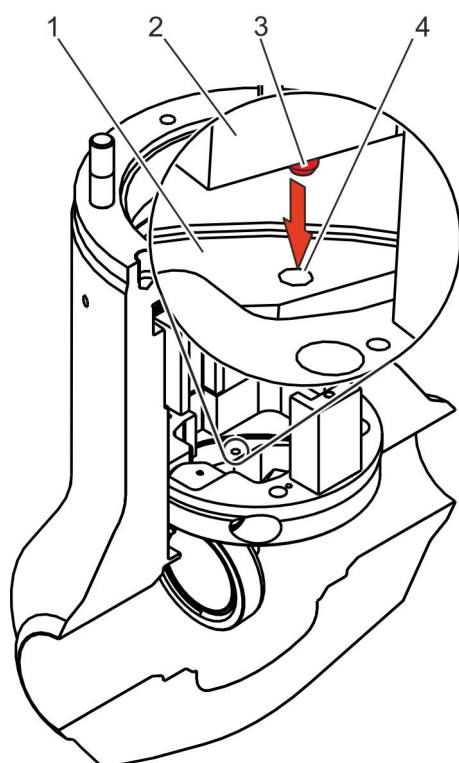

Abb. 53: Haltering positionieren
10. ➔ Haltering positionieren: Stifte (Abb. 53/3, 2 Stück) im Haltering (Abb. 53/2) in die Bohrungen (Abb. 53/4, 2 Stück) im Gehäuse einführen.